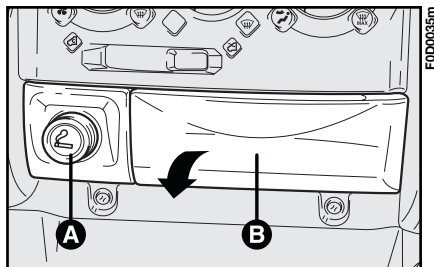

Abb. 117
**1** - Druck auf die Taste **A**, **Abb. 117** zum Einschalten des Zigarettensanzünders: Nach ca. 15 Sekunden springt die Taste automatisch in ihre Ausgangsstellung zurück, und der Zigarettensanzünder ist gebrauchsbereit.